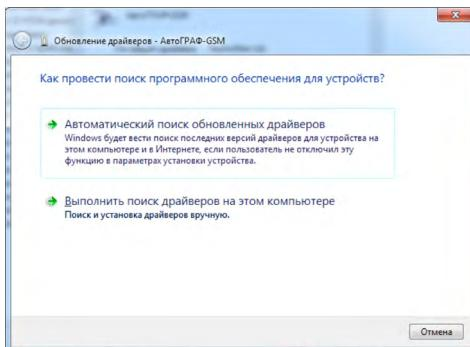

Рис.2.
- 3.** Запустите Мастер обновления драйверов для устройства AutoGRAPH, выберите пункт «Выполнить поиск драйверов вручную» (Рис.2).